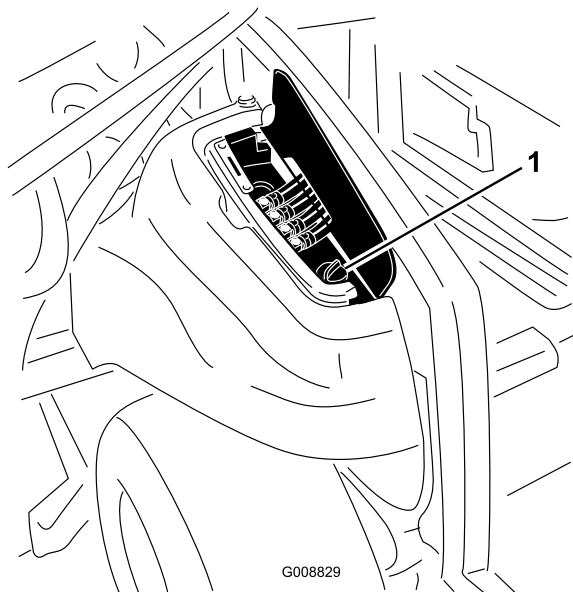

図 86
- 機体右側のアクセスカバーを開くと油圧タンクのキャップがある (図 86)。
- 油圧オイルタンクの注油口周辺をきれいに拭き、キャップ (図 86) を外す。給油口からキャップを取る。